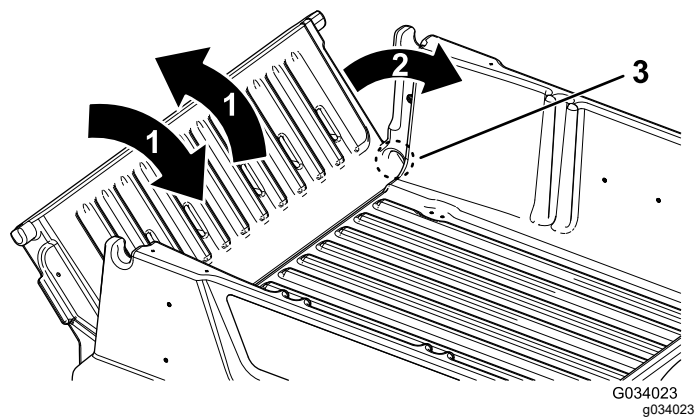

Figure 16
3. Agitez légèrement le hayon pour le faire pivoter d'avant en arrière plusieurs fois (Figure 16).
2. Inclinez le hayon à environ 45° (Figure 16).